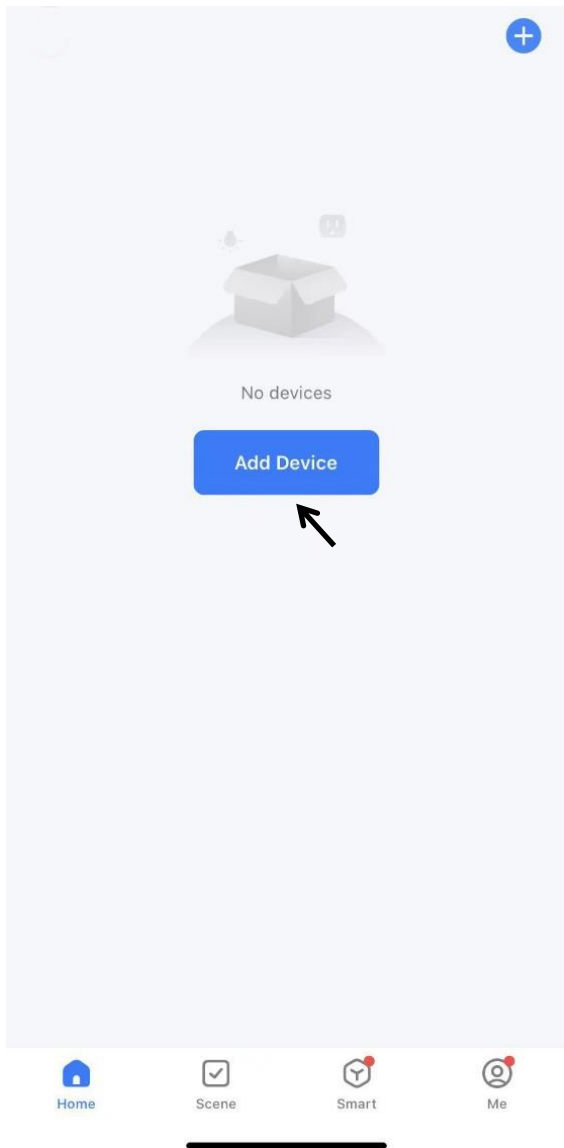

Fig. 1
- Enheden skal stilles på en plan overflade, hvor luftudgangen ikke tildækkes. Der skal mindst være en fri afstand på 30 cm rundt om produktet. **(Fig. 1)**
2. Opret en konto eller log på din konto i appen. Tryk på "+" foroven til højre eller på knappen "Add Device" for at tilføje din enhed. (Fig. 1)